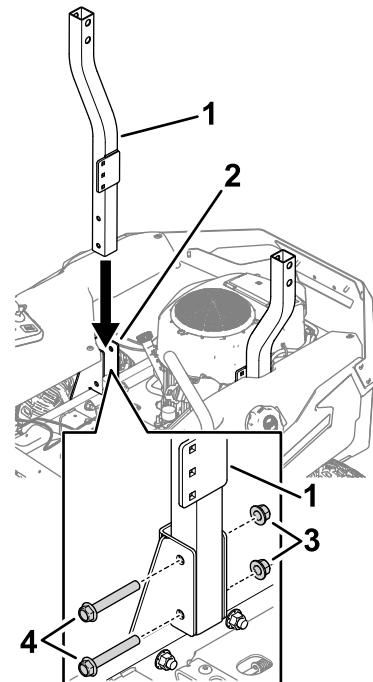

Figura 6
2. Coloque um tubo da barra de segurança inferior no suporte do ROPS e prenda-o com 2 parafusos de cabeça sextavada (½ x 3½ pol.) e 2 porcas de bloqueio (½ pol.), conforme mostrado na Figura 6. Repita no outro lado.